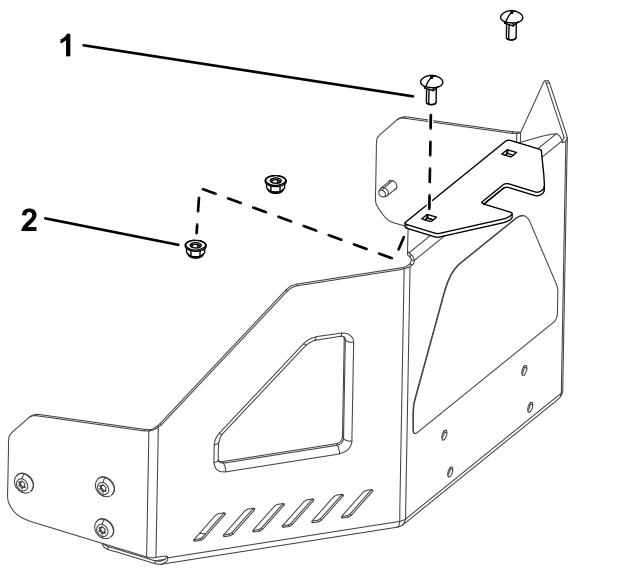

Figura 7
1. Montirajte podupirač za stabilizaciju na štitnik motora pomoću 2 zavrtnja sa poluokruglom kapom ( $5/16 \times \frac{3}{4}"'$ ) i 2 kontranavrtke ( $5/16"$ ) (Figura 7).